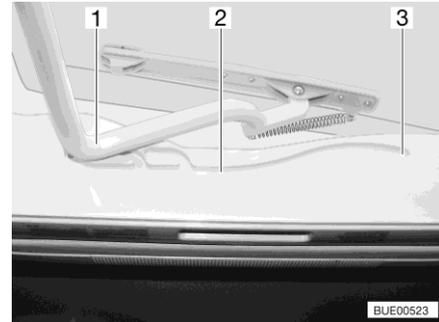

Fig. 52 Guía (claraboya Heki)
- Tirar el estribo (Fig. 52,1) en las guías (Fig. 52,2) hasta la posición trasera final (Fig. 52,3).
- Empujar el estribo (Fig. 52,1) ligeramente hacia arriba con ambas manos.
- Tirar el estribo en las guías (Fig. 52,2) hasta la posición deseada.